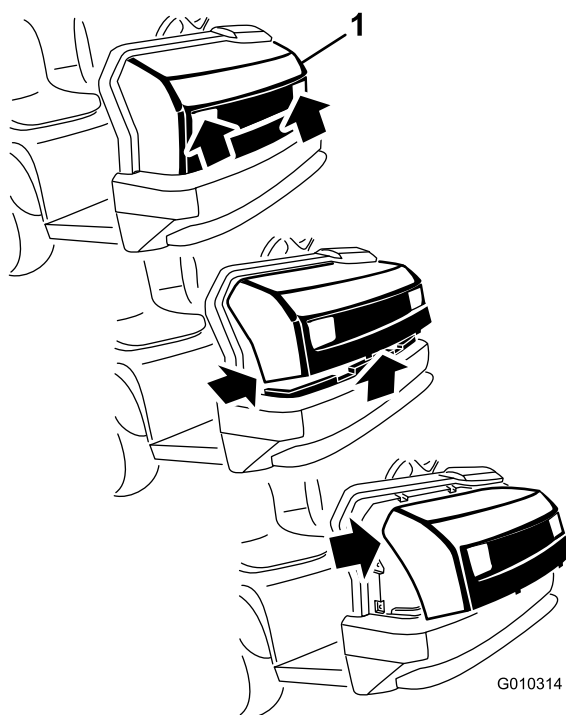

Figura 37
1. Sujete el capó por los orificios de los faros y levántelo para poder liberar las pestañas de montaje inferiores de las ranuras del bastidor (Figura 37).
2. Gire hacia arriba la parte inferior del capó hasta que pueda retirar las pestañas de montaje superiores de las ranuras del bastidor (Figura 37).
3. Gire hacia adelante la parte superior del capó y desenchufe los conectores de los cables de los faros (Figura 37).